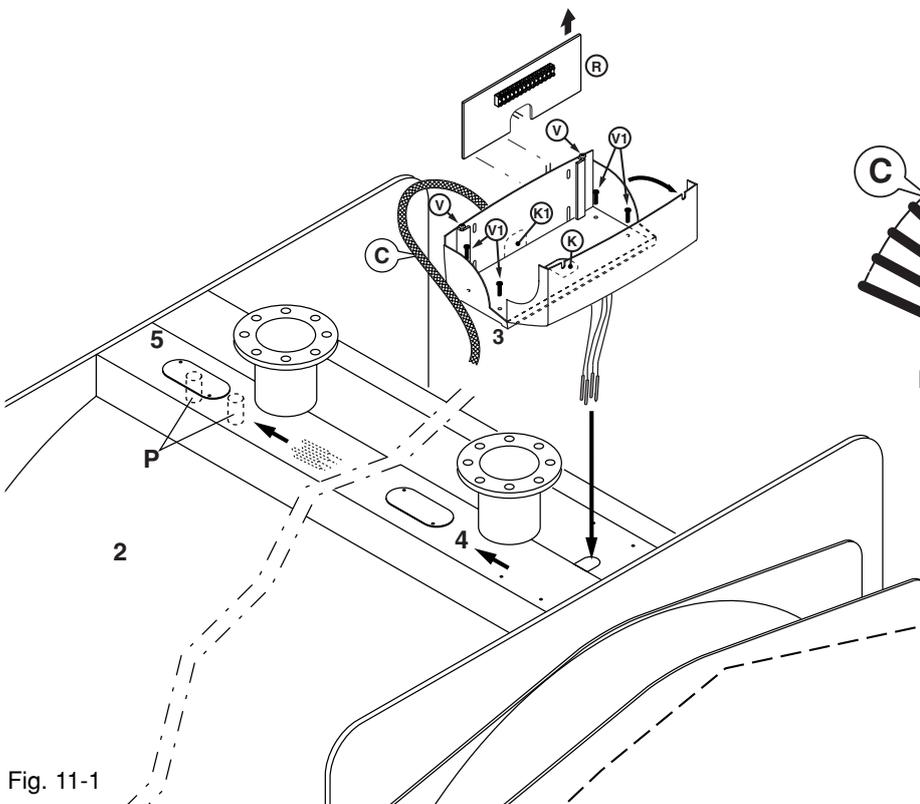

Fig. 11-1
- Allentare le viti V e ruotare in avanti la parte frontale del quadro di comando 3 (fig. 11-1)